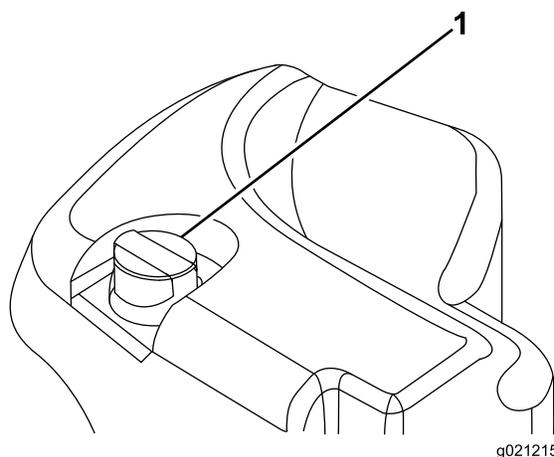

Рисунок 32
- Очистите зону вокруг заливной горловины и крышки гидравлического бака (Рисунок 32).